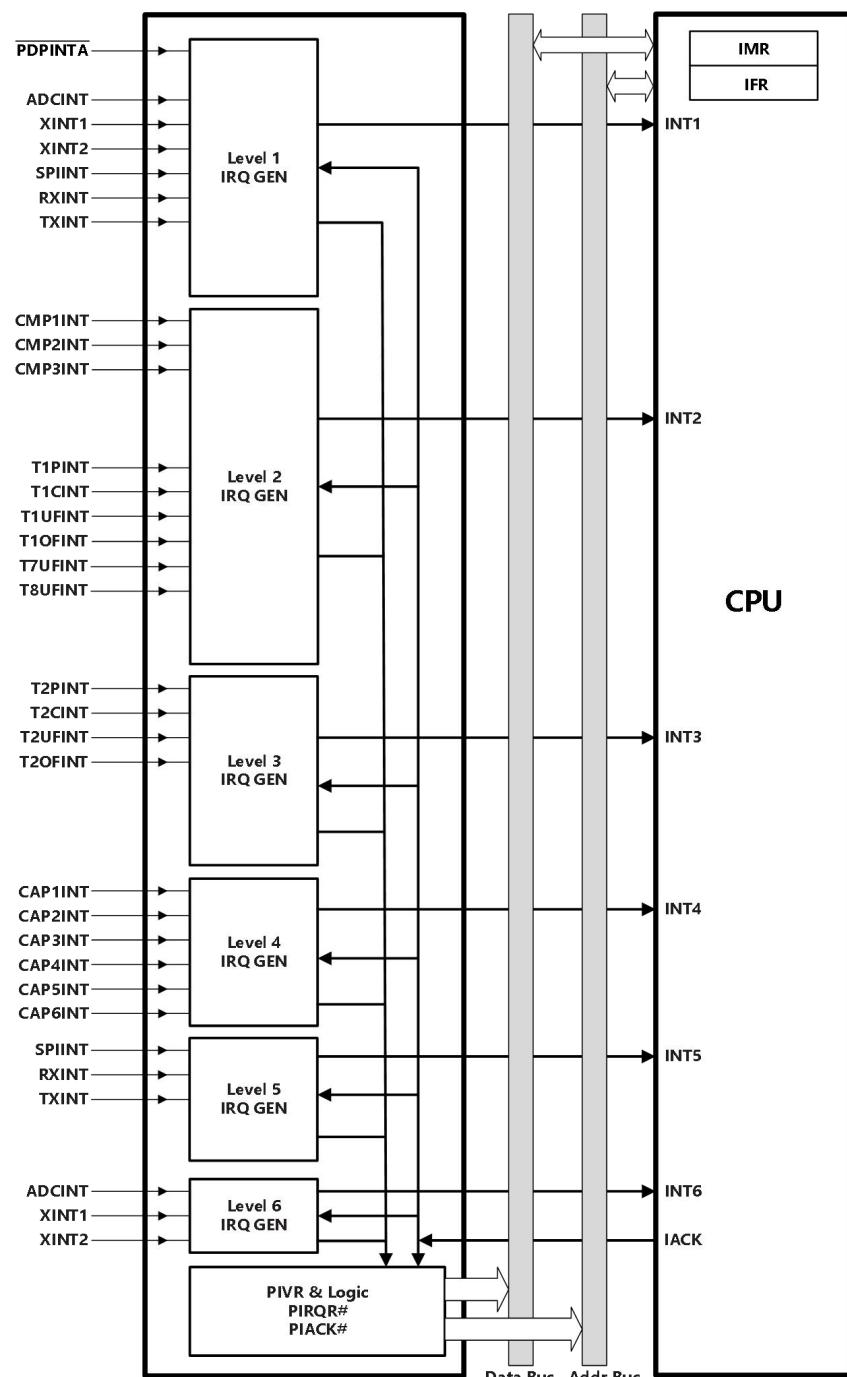

图 8-1 硬件中断 PIE 图
- (1) INTR 指令。该指令允许用软件初始化任何 ADP16F03 中断。其操作数表示 CPU 分支到的中断向量位置。该指令可禁止全局可屏蔽中断（将 INTM 位置 1）。
- (2) NMI 指令。该指令迫使分支中断向量指向位置 24H。该指令可禁止全局可屏蔽中断。ADP16F03 设备没有 NMI 硬件信号，只支持软件触发。
- (3) TRAP 指令。该指令迫使 CPU 分支以中断向量指向位置 22H。TRAP 指令不能禁止可屏蔽中断 (INTM 未设置为 1) 因此，当 CPU 分支到中断服务程序时，该程序可被可屏蔽硬件中断中断。
- (4) 仿真器陷阱 该中断可以通过 INTR 指令或 TRAP 指令产生六个内核中断 (INT1-INT6) 与外设中断(PIE)进行扩展，PIE 管理来自外设级中断，并分组到六个内核中断。图 8-1 描述了硬件中断 PIE 图，PIE 框图(图 8-1)和中断(表 8-1)描述了 PIE 与 CPU 中断向量对应关系。